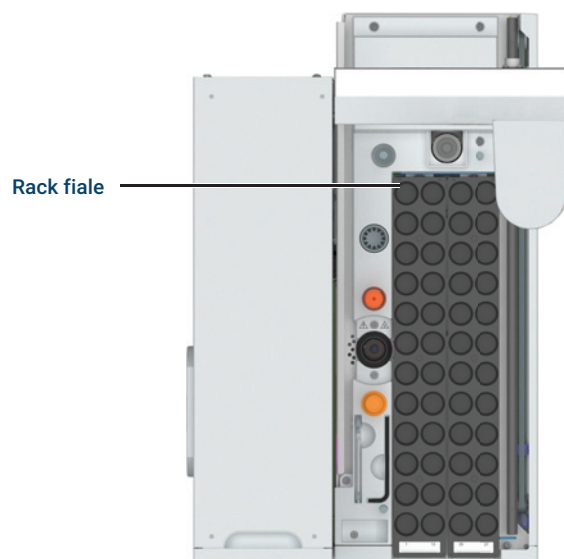

Figura 12. Posizioni delle fiale sul vassoio (nell'illustrazione, vassoio da 48 fiale; il vassoio da 120 fiale è simile)
- 2 Sistemare sul vassoio le fiale di campione chiuse. Vedere la **Figura 12**.